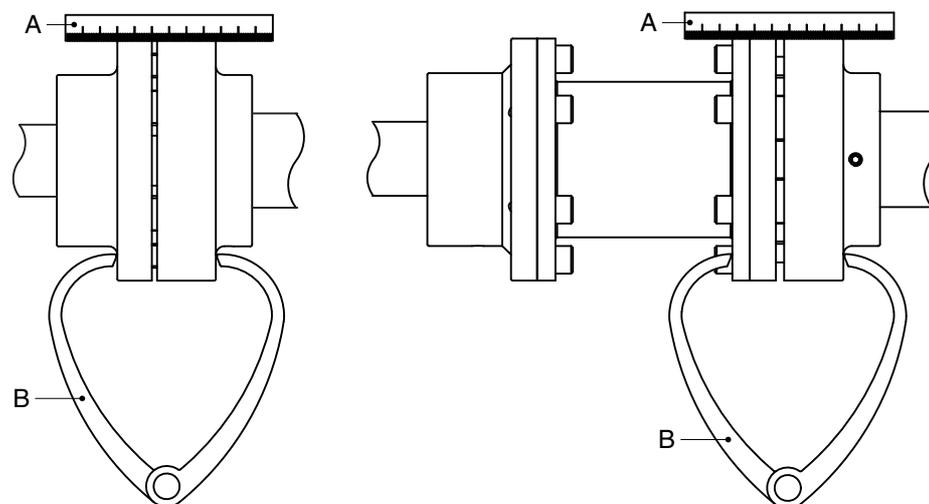

Figura 8: Allineamento del giunto di accoppiamento mediante un regolo e un compasso di spessore esterno.
- 1 Posizionare un regolo (A) sul giunto d'accoppiamento. Posizionare o rimuovere tutti gli spessori necessari per portare il motore elettrico all'altezza corretta, in modo che il bordo dritto tocchi entrambe le metà del giunto di accoppiamento per l'intera lunghezza. Vedere la la figura 8.
- 3 Controllare di nuovo l'allineamento utilizzando un compasso di spessore esterno (B) a 2 punti diametralmente opposti ai lati delle metà del giunto di accoppiamento. Vedere la figura 8.